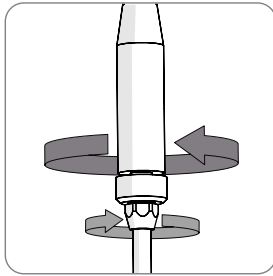

Abb. 2
- Ziehen Sie das größere Kupplungselement kräftig fest, so dass sich die beiden Teile des Strahlrohrs verbinden. **(Abb. 2)**